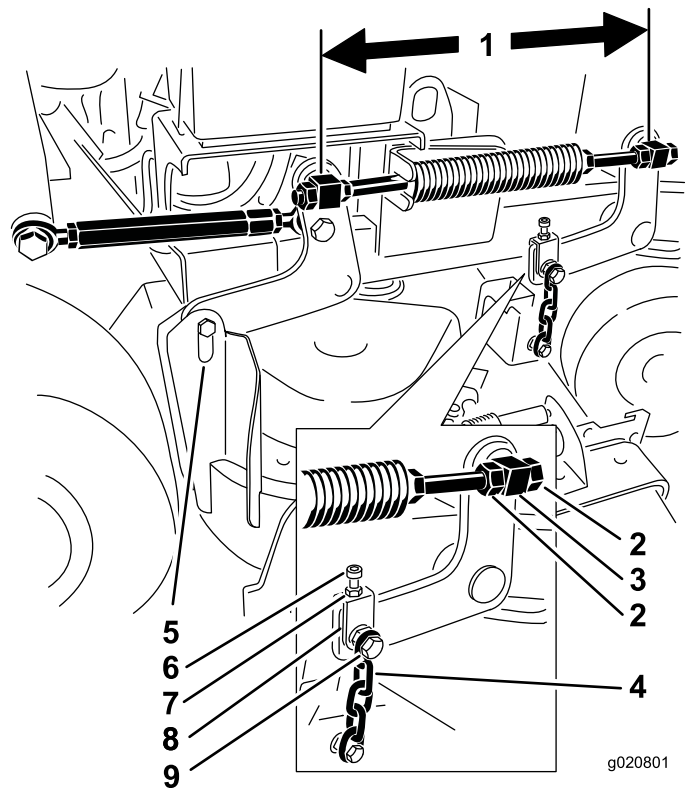

Bild 81
1. Prüfen Sie den Abstand zwischen den Drehzapfen; messen Sie in der Mitte der Drehzapfen (Länge Mitte-zu-Mitte) an jeder Gewindestange (Bild 81).
2. Lösen Sie die Klemmmuttern am **vorderen** Drehzapfen (Bild 81).
4. Ziehen Sie die Klemmmuttern am **vorderen** Drehzapfen an (Bild 81).
- Lösen Sie die Klemmmuttern an den linken und rechten vorderen Drehzapfen (Bild 81).
- Ziehen Sie die Klemmmuttern an den linken und rechten vorderen Drehzapfen an (Bild 81).
- Lösen Sie die Klemmmuttern am linken vorderen Drehzapfen (Bild 81).
6. Ziehen Sie die Klemmmuttern am linken vorderen Drehzapfen an (Bild 81).
5. Lösen Sie die oberen Kettenschrauben (Bild 81).
6. Lösen Sie die Klemmmutter an jedem Joch (Bild 81).
8. Ziehen Sie die Klemmmuttern und die oberen Kettenschrauben an (Bild 81).